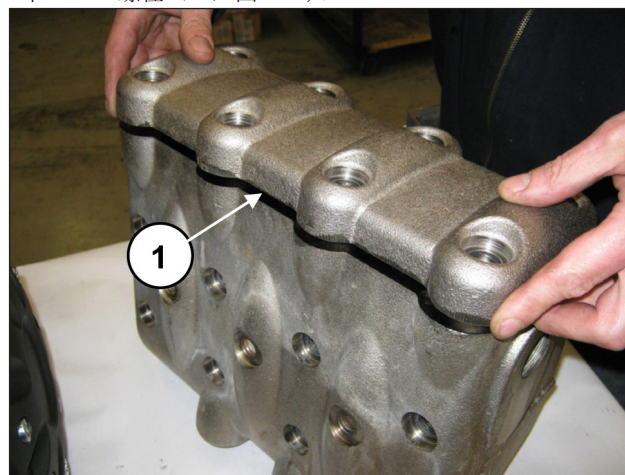
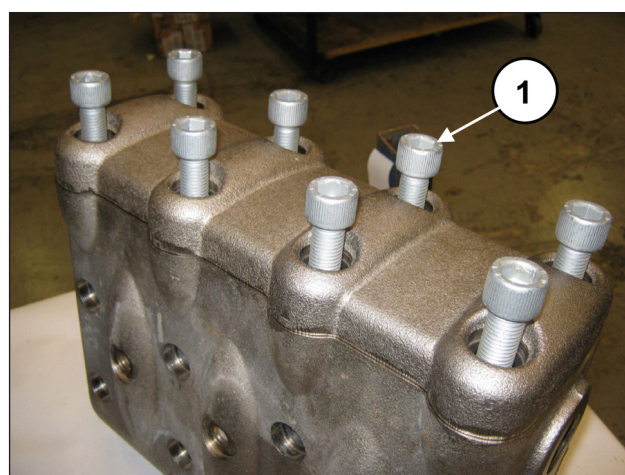

图 128
图 129
阀组和阀塞的安装结束后, 盖上阀盖 (①, 图 128) 并拧紧 8个M16x55螺栓 (①, 图 129)。